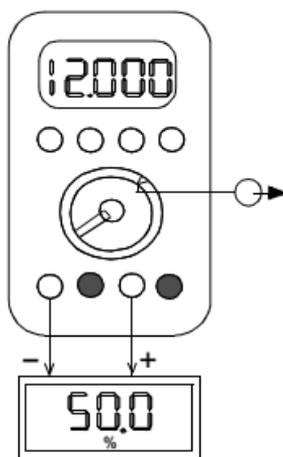

Bild 22 Anschluß der Meßleitungen
- ⇨ Stellen Sie den Funktionsschalter (6) auf „ $\rightarrow$ “
- ⇨ Schließen Sie den Prüfling über die Meßleitungen gemäß Bild 22 an.